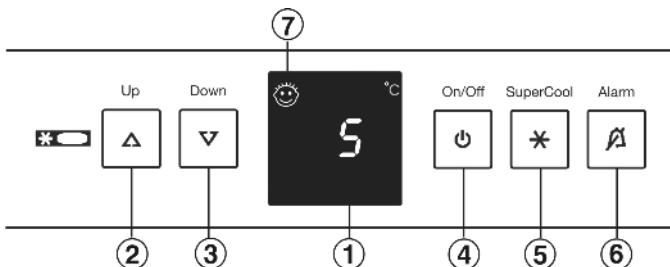

Fig. 2
- нажмите кнопку On/Off Fig. 2 (4).
- Активация режима настройки: удерживайте кнопку SuperCool Fig. 2 (5) прибл. 5 секунд.
- Кнопкой настройки Up Fig. 2 (2) и кнопкой настройки Down Fig. 2 (3) выберите h .
- Подтвердить: Коротко нажмите кнопку SuperCool Fig. 2 (5).
- Увеличение яркости индикации: нажмите кнопку настройки Up Fig. 2 (2).
- Уменьшение яркости индикации: нажмите кнопку настройки Down Fig. 2 (3).
- Подтвердить: нажмите кнопку SuperCool Fig. 2 (5).
- Выход из режима настройки: нажмите кнопку On/Off Fig. 2 (4).